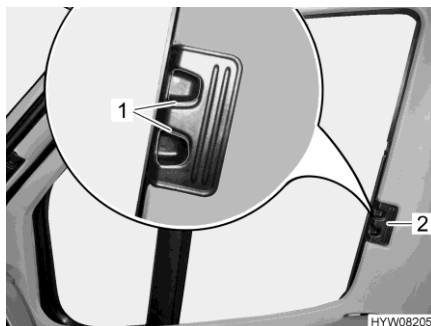

Fig. 24 Dispositif occultant plissé (fenêtre côté conducteur/passager)
- Presser les poignées de verrouillage (Fig. 24,1) et les maintenir pressées.
- Tirer les dispositifs occultants plissés pour les fenêtres côté conducteur et côté passager par la poignée (Fig. 24,2) vers l'autre côté de la fenêtre et les rassembler au niveau de la piste magnétique.
- Pousser les dispositifs occultants plissés pour les fenêtres côté conducteur et côté passager jusqu'à la butée au niveau de la poignée (Fig. 24,2).
- Lâcher les poignées de verrouillage (Fig. 24,1) et les faire s'enclencher.